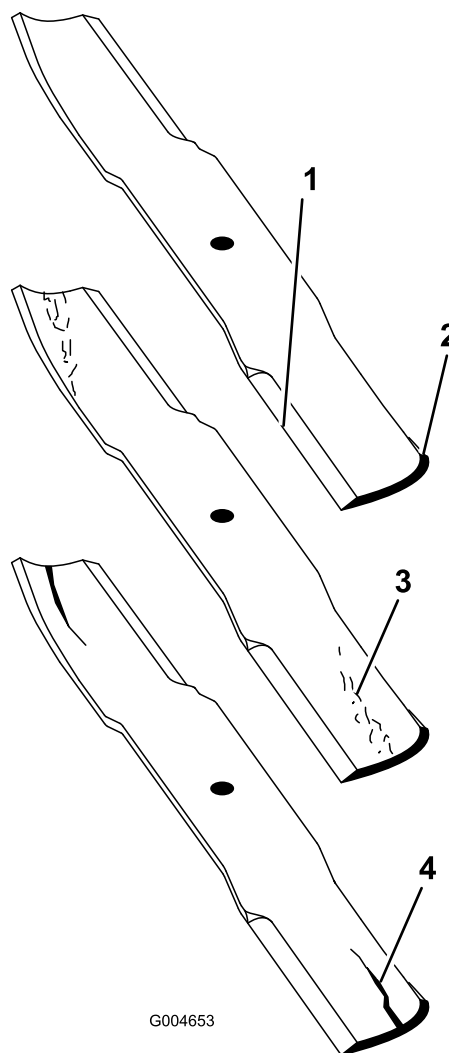

Рисунок 67
- Проверьте режущие кромки (Рисунок 67). Если кромки не острые или зазубренные, снимите ножи и заточите их. См. Заточка ножей \(страница 41\).
2. Проверьте ножи, особенно в области крыла (Рисунок 67). При обнаружении признаков повреждения, износа или образования зазора в этой области (Рисунок 67), немедленно установите новый нож.